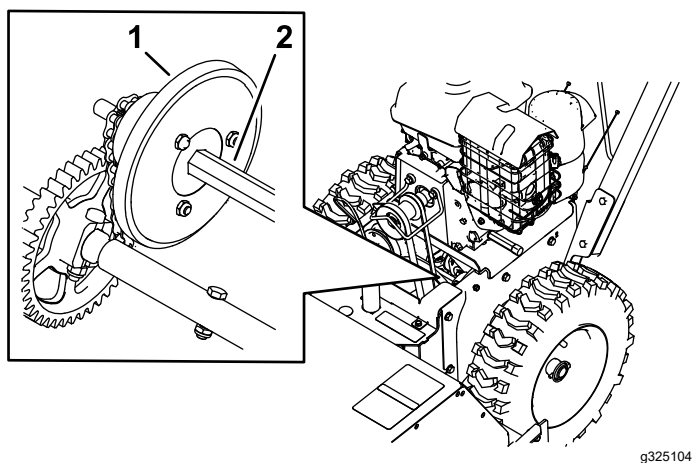

Figure 24
4. Trempez un long pinceau effilé propre dans de l'huile moteur et graissez légèrement l'arbre hexagonal (Figure 24).
Important: Veillez à ne pas faire couler d'huile sur la roue en caoutchouc ou le plateau d'entraînement à friction en aluminium, sinon la transmission patinera (Figure 24).